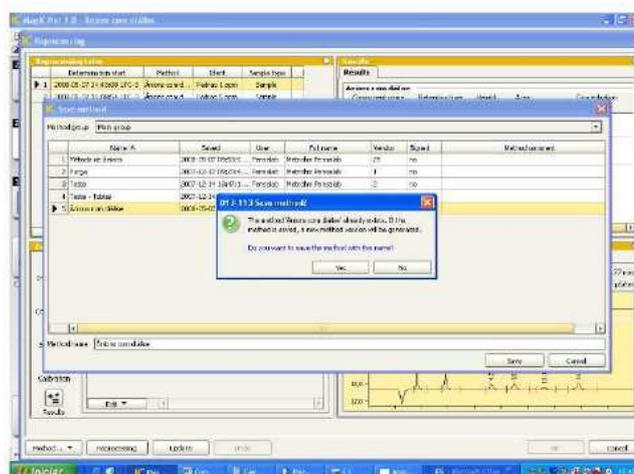

Figura 15.8 – Janela do software Magic Net IC, salvando o método.
- Clicar em “METHOD...” → “SAVE AS”. Procurar pelo nome do método e salvar sobre, Figura 15.8.